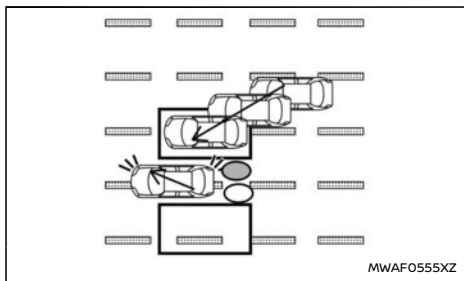

Figura 8 Entrando lateralmente
**Figura 8:** Se il conducente attiva l'indicatore di direzione mentre un altro veicolo si trova nell'area di rilevamento, la spia BSW a LED e l'indicatore BSW lampeggiano e vengono emessi due segnali acustici.